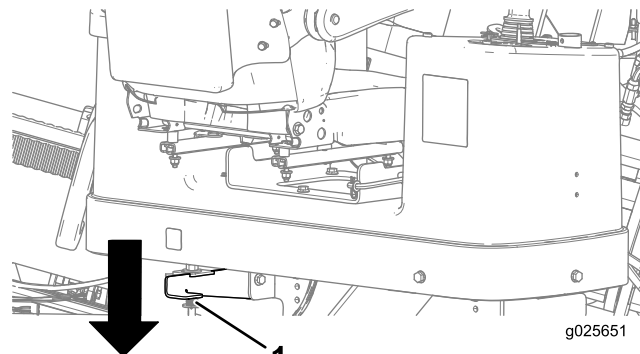

Figura 77
- Presione hacia abajo la palanca trasera de enganche de la plataforma del operador y gire la plataforma hacia afuera a la posición deseada, asegurándose de que se bloquee en su lugar (Figura 77).